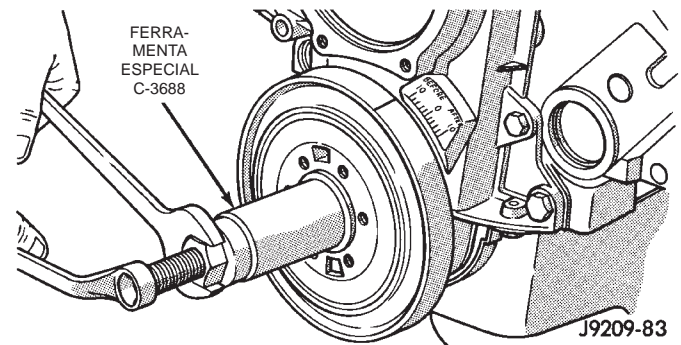

Fig. 32 Instalando o Abafador de Vibração
(1) Posicione o abafador de vibração no eixo de manivelas.
(2) Coloque a ferramenta de instalação, parte do Conjunto da Ferramenta do Extrator C-3688, na posição adequada e pressione o abafador de vibração no eixo de manivelas. (Fig. 32).